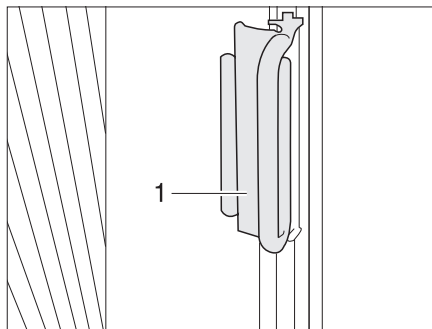

Fig. 15 Tirador de estor plegable luna delantera
**Aseguramiento:** ■ Empujar los estores plegables de la luna delantera con los tiradores (Fig. 15,1) debajo de las cubiertas a las columnas A y enchufar fijamente el tirador en la cubierta. El estor plegable está asegurado.